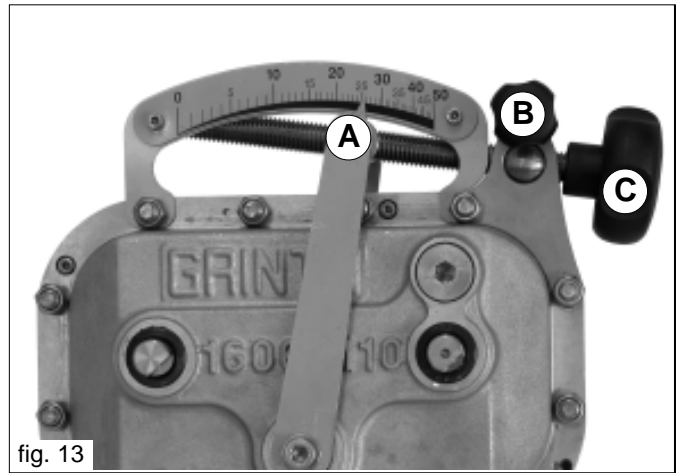

fig. 13
Il cambio è posizionato sul lato sinistro della macchina e riceve il moto dalla ruota motrice. Dal cambio si può variare la velocità ai gruppi distributori del seme agendo sull'indice di regolazione (A), tarato su una scala da 1 a 50 in maniera continua (Fig. 13). Allentare il pomello (B), per mezzo del pomello (C) posizionare l'indice in corrispondenza del valore individuato. Stringendo il pomello (B) per bloccare la posizione.